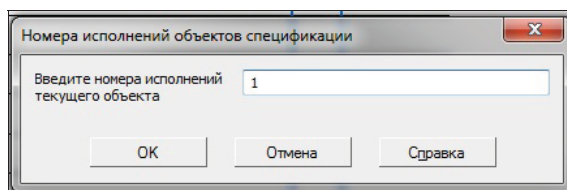

Рис. 15.10. Диалоговое окно **Номера исполнений объектов спецификации**
- ◆ деталь *Прокладка* имеет исполнения. Поэтому нажмите кнопку **Добавить исполнения** на панели **Объекты** — система выведет на экран диалоговое окно **Номера исполнений объектов спецификации** (рис. 15.10);